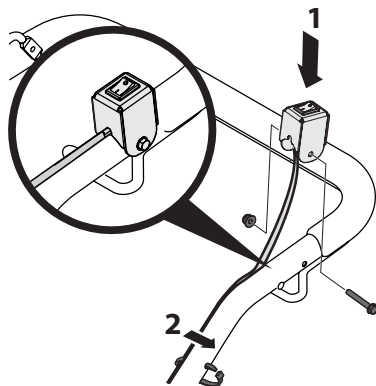

Figura 11
5. Instale el interruptor de ENCENDIDO/APAGADO del control de parada de emergencia en el lado izquierdo de la manija con el perno hexagonal N.º 10-32 : 1.50 y la contratuerca con brida 10-32. Consulte 1 en la Figura 11.
6. Finalmente, asegure el cable cerca de la parte inferior de la barra de control con pasando un cable en forma de lazo a través del orificio ubicado al lado de la etiqueta de instrucciones de la barra de control izquierda. Consulte 2 en la Figura 11.